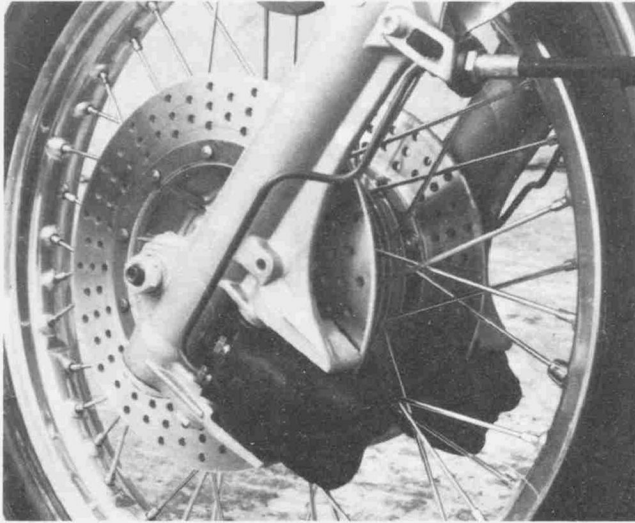

Bild 304
- Die Schlauchleitungen der Bremsanlage auf Risse oder Scheuerstellen überprüfen. Sie müssen beim ersten Anzeichen einer Beschädigung erneuert werden. Die Bremsflüssigkeit ist vorher abzulassen. Die Anschlüsse an jedem Schlauchende abschrauben und den Schlauch abnehmen. Der Gummi-Schutzring, der den Schlauch in der Halterung am Rahmen hält, kann aus der Halterung herausgeschoben werden. Die abgelassene Bremsflüssigkeit darf nicht wiederverwendet werden (Bild 304).